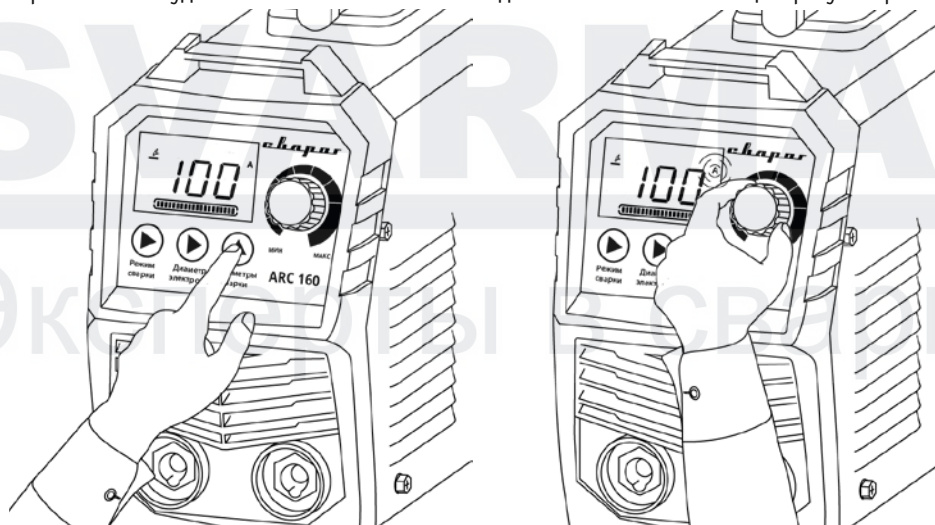

Рис. 11.3. Установка силы тока.
5. Для установки силы тока нажмите на кнопку параметров сварки (См. рис. 11.3). Индикатор силы тока будет мигать. Установите необходимое значение с помощью регулятора.